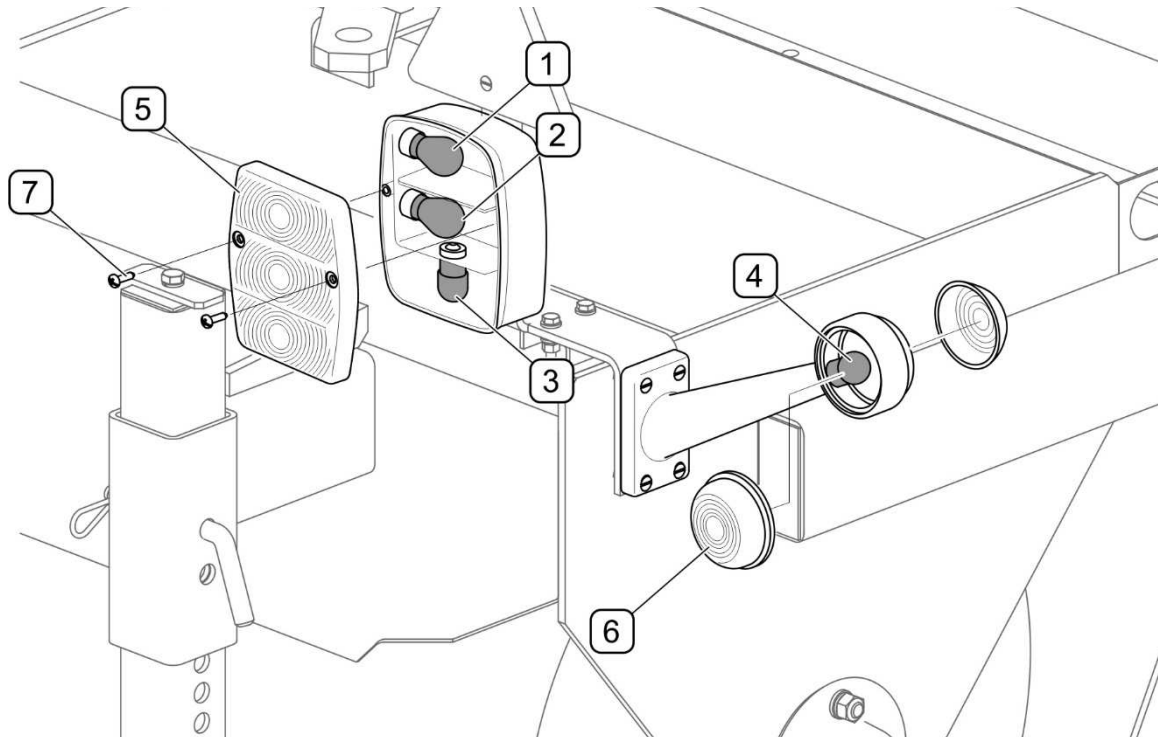

FIGURE 5.11 Remplacement des ampoules
(1)- ampoule des feux clignotants; (2)- ampoule des lampes d'arrêt; (3)- ampoule des feux de position; (4)-ampoule des feux de gabarit; (5)- glace de la lampe incorporée; (6)- glace de la lampe de gabarit; (7)- vis
Après avoir connecté à la prise à 7 plots sur le tracteur, vérifier le fonctionnement des feux. En cas de brulure de l'ampoule dans la lampe incorporée , dévisser les vis(7) de fixation de la glace (5) de la lampe et remplacer l'ampoule (FIGURE 5.11). Pour remplacer l'ampoule de la lampe de gabarit, retirer la glace (6) du boîtier élastique.
En cas de dysfonctionnement de l'installation électrique du système d'arrosage, il faut tout d'abord contrôler le niveau de l'eau dans le réservoir et l'état de pollution des filtres (FIGURE 5.11), ainsi que la correcte connexion du câble de commande avec interrupteur et du câble d'alimentation de la pompe en eau.